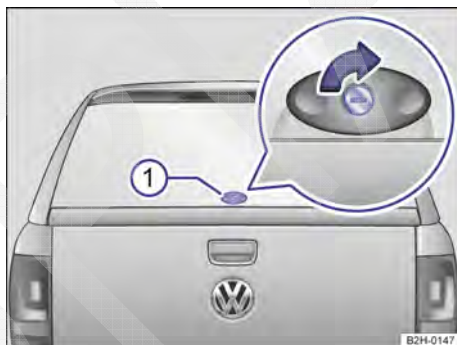

Fig. 30 Abrir a capota rígida do compartimento de carga.
- Introduzir a chave no cilindro da fechadura do manípulo → Fig. 30 ①.
- Girar a manopla ① no sentido horário até o batente e rebater a tampa traseira para cima.